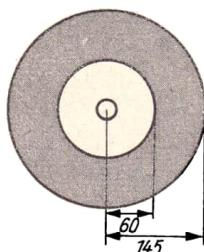

Bild 19
2.60 Bei einer großen Schallplatte (33 min^{-1}) hat das Rillenfeld die in Bild 19 gegebenen Abmessungen. Auf die Strecke von 1 mm in radialer Richtung kommen 10 Durchgänge der spiralförmig verlaufenden Rille. Berechnen Sie 1. die Spieldauer der Schallplatte, 2. den Bereich, in dem sich die Abtastgeschwindigkeit während des Abspielens der Schallplatte ändert, 3. die Länge der Rille.